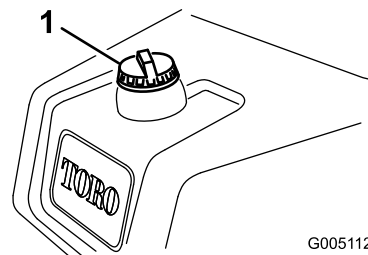

Figura 26
1. Limpe a zona em redor da tampa do depósito de combustível e retire-a (Figura 26).